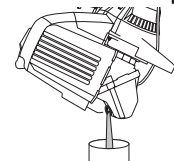

Fig. 23
3. Vierta el aceite fuera del orificio de llenado de aceite en un recipiente inclinando la unidad hasta una posición vertical (Fig. 23). Deje suficiente tiempo como para completar el drenaje.